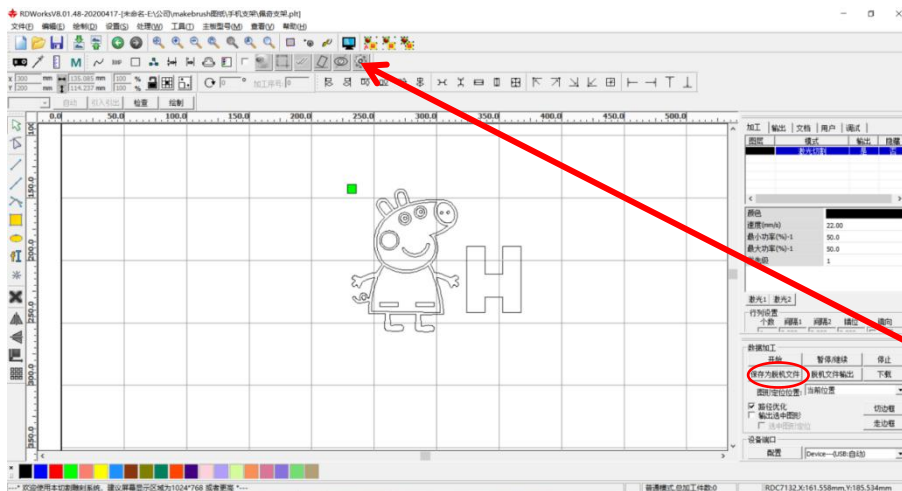

图 3-4
4、旋转完成后并将参数设置好后，可以点击加工预览按钮。如图 3-4
5、最后将切割图纸保存为脱机文件（图 3-4 红色圈的按钮），保存到对应的 U 盘中。